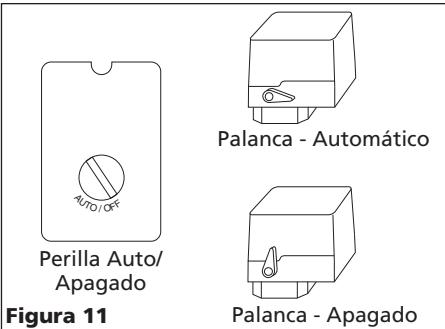

Figura 11
- Mueva la palanca o perilla del presostato a la posición OFF y enchufe el cordón de alimentación. Coloque la palanca del presostato en AUTO para encender la unidad (Vea la Figura 11).